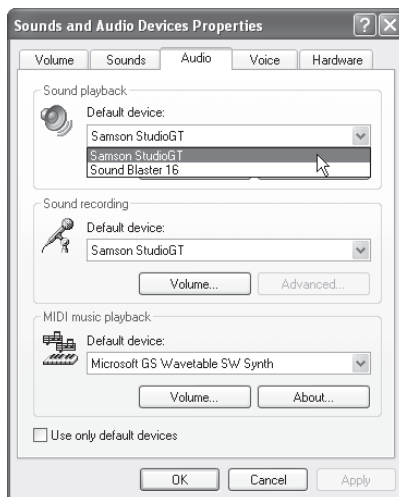

Figure 8
3. Sélectionnez ensuite les Studio GT comme étant le périphérique par défaut de LECTURE SONORE et D'ENREGISTREMENT dans le panneau de contrôle Propriétés du Son et Périphériques Audio (Figure 8).